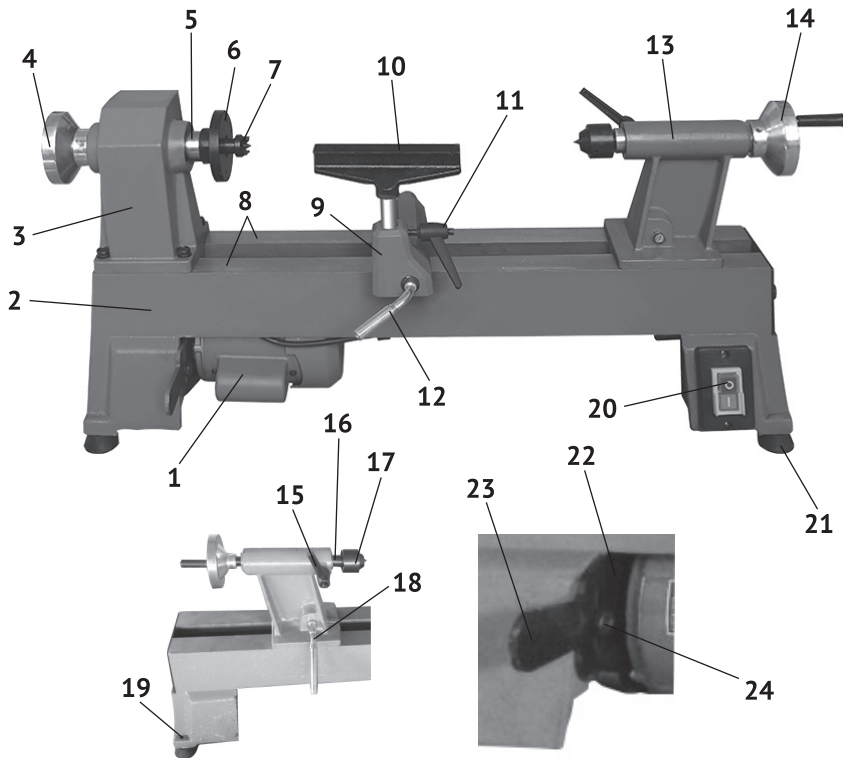

рис.1
1.6 Общий вид станка представлен на рис.1
1.7 На цельнометаллической станине (рис.1 поз.2) крепятся основные узлы станка: двигатель (рис.1 поз.1), корпус передней бабки (рис.1 поз.3), задняя бабка (рис.1 поз.13) и штатив с подручником. Крутящий момент с якоря электродвигателя клиновым ремнём передаётся на шпиндель. Корпус задней бабки и подручник имеет возможность перемещения по направляющим (рис.1 поз.8) вдоль станины (в зависимости от длины заготовки). Кроме того, механизм задней бабки позволяет перемещать её центр (рис.1 поз.17) ходовым винтом пиноли (рис.1 поз.16) для надёжной фиксации заготовки.
Штатив подручника имеет возможность горизонтального перемещения по станине и фиксируется в нужном положении рычагом (рис.1 поз.12). Подручник (рис.1 поз.10) имеет возможность вертикального перемещения и поворота в горизонтальной плоскости в штативе (рис.1 поз.9) и фиксируется на нужной высоте (и при нужном угле поворота) рукояткой (рис.1 поз.11).
1.8 Выключатель – магнитный пускатель (рис.1 поз.20) расположен на ножке станины. Он имеет две кнопки: зелёная с символом «I» - включение двигателя и красная с символом «0» - выключение двигателя (стандарт МЭК 60417).
3.1.2 Станок необходимо надёжно зафиксировать на верстаке, используя 4-и крепёжных отверстия (рис.1 поз.19) в станине.
3.1.3 Убедитесь, что центр задней бабки собран правильно – имеет возможность крепления заготовки продольным перемещением пиноли (ходового винта). Вращение рукояткой маховика (рис.1 поз.14) перемещает пиноль вместе с центром (рис.1 поз.17) и закрепляет заготовку в рабочем положении.
Рабочее положение пиноли фиксируется рукояткой (рис.1 поз.15).
- ослабить болт фиксации (рис.1 поз.24) платформы двигателя (рис.1 поз.22)
- поднять за рычаг (рис.1 поз.23) платформу с двигателем и ведущим шкивом, для ослабления натяжения ремня и зафиксировать в этом положении, затянув болт (рис.1 поз.23);
- зафиксировать установленное положение болтом (рис.1 поз.23), установить на место крышки (передней бабки и торцевую).